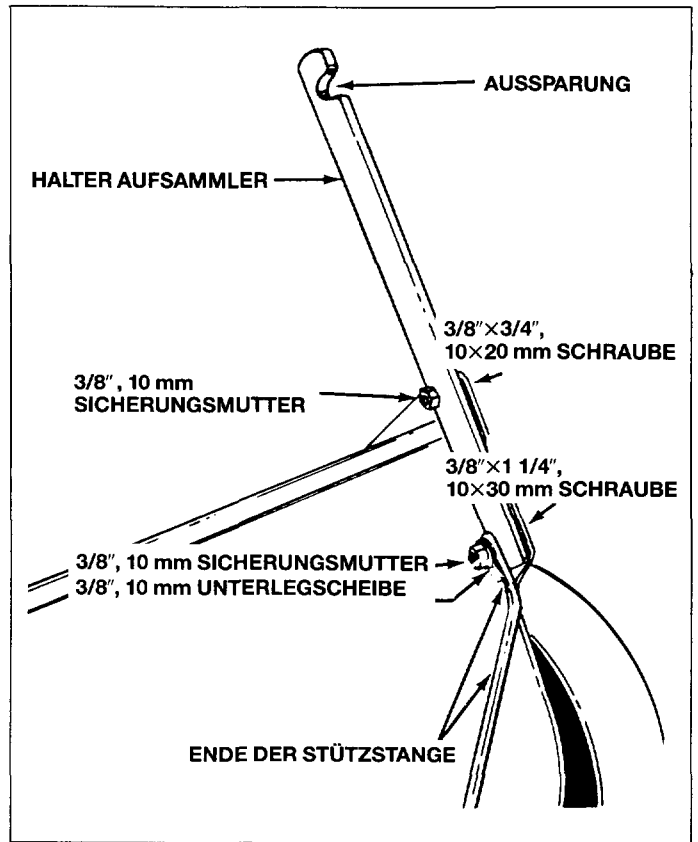

Bild 8
7. Die beiden Halter für den Aufsammler und die Enden der Stützstangen aneinander befestigen. Siehe Bild 8. Das obere Loch des Halters mit zwei Sechskantschrauben 10×20 mm (3/8"×3/4") und einer Sicherungsmutter 10 mm (3/8") am Aufsammler befestigen. Der Halter soll mit nach oben weisender Aussparung an der Innenseite des Aufsammlers befestigt werden. Siehe Bild 8. Die Stützstange unter der Zugstange und der großen Scheibe im hinteren Loch der Zugvorrichtung anbringen. Dann die andere Seite der Stützstange mit zwei Schrauben 10×30 mm (3/8"×1 1/4"), Unterlegscheiben 10 mm (3/8") und Sicherungsmuttern 10 mm (3/8") im unteren Loch des Halters und Aufsammlers befestigen.